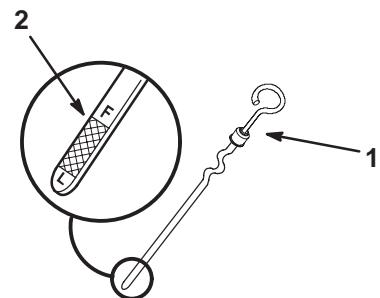

Figure 12
3. Sortez la jauge d'huile et essuyez soigneusement l'extrémité métallique (Fig. 12).
4. Enfoncez la jauge complètement dans le goulot de remplissage. Sortez de nouveau la jauge et examinez l'extrémité métallique (Fig. 12). Si le niveau est bas, versez lentement juste assez d'huile dans le goulot de remplissage pour amener le niveau au repère du plein (F).